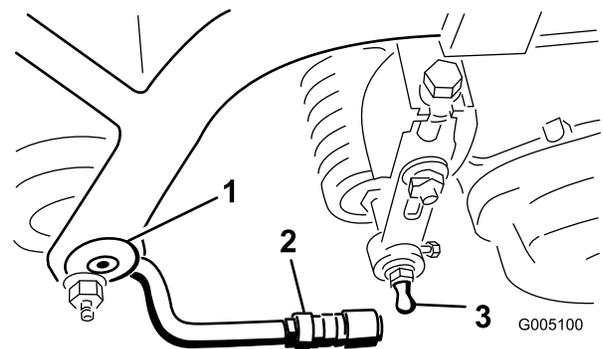

Figura 7
2. Monte un espárrago con bola en cada extremo del rodillo delantero de las unidades de corte (Figura 7).
4. Tire hacia atrás del manguito que cubre la junta de rótula, y gire hacia abajo el brazo de tiro hasta que la rótula encaje sobre la bola del espárrago. Suelte el manguito para que pueda deslizarse sobre el espárrago, afianzando el conjunto (Figura 7).